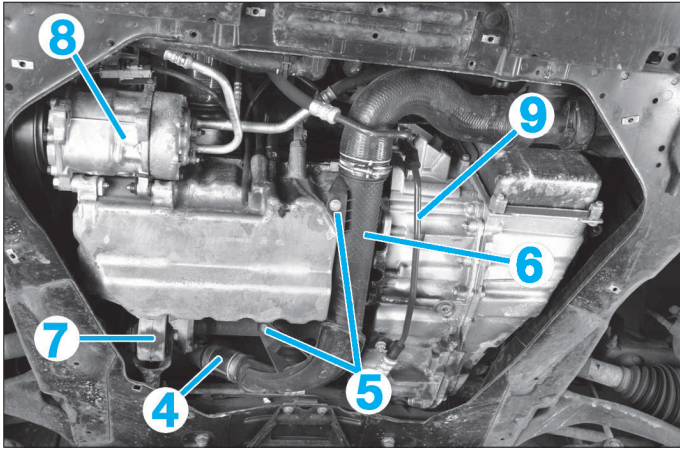

FIG. 86
- le collier (4) (Fig.86).
- les 2 vis (5).
- le conduit d'air (6).